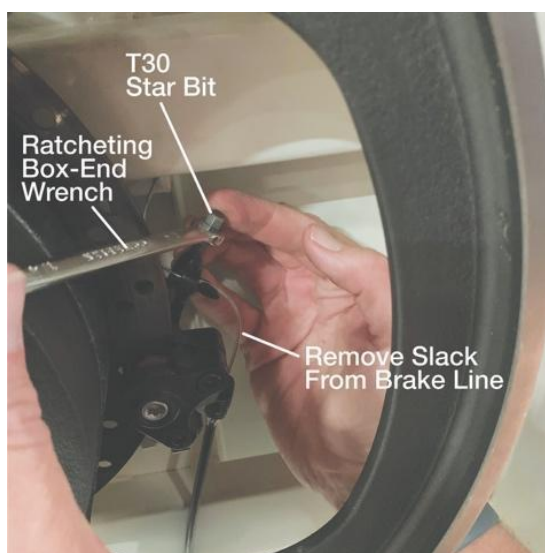

Рис.61
6. Используя звездообразную головку T30 и гаечный ключ с трещоткой на 1/4 дюйма, ослабьте установочный винт тормозной магистрали и устраните слабинку на тормозной магистрали, протолкнув излишек тормозной магистрали за установочный винт тормозной магистрали (см. рис.61).